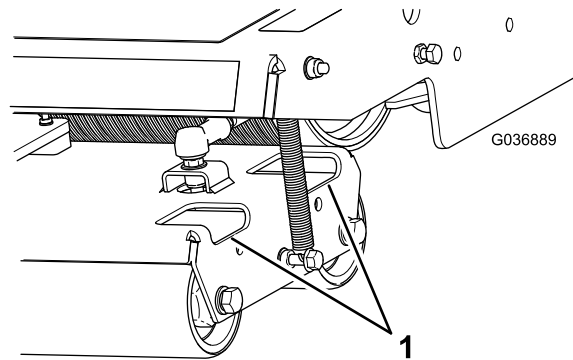

Figura 40
2. Elimine la suciedad y los residuos de los rodillos cuanto sea necesario, rociando agua a través de los orificios en los alojamientos de los rodillos (Figura 40).